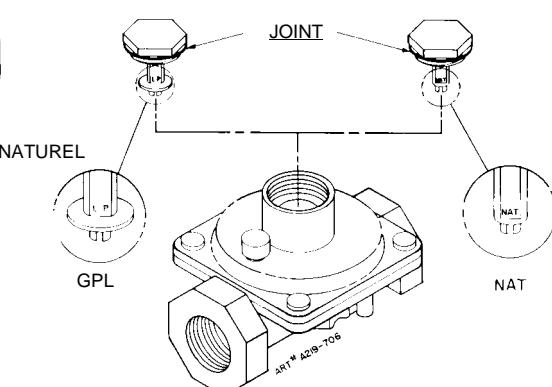

FIGURE 14
3. Enlever le capuchon et faire levier sur le plongeur en plastique pour le sortir du fond du capuchon. Retourner le plongeur et pousser pour l'enclencher en place à son emplacement d'origine (figure 14).